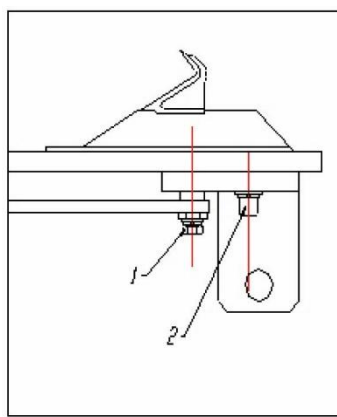

Figura 5-2
- Ajuste la tensión de la correa con el tornillo de ajuste especial (1) en el soporte del motor (Figura 5-2) .